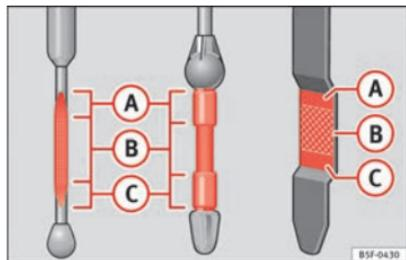

Fig. 159 Jauge d'huile moteur
- Puis retirez-la à nouveau et vérifiez le niveau d'huile ⇒ fig. 159. Faites l'appoint d'huile moteur si nécessaire.